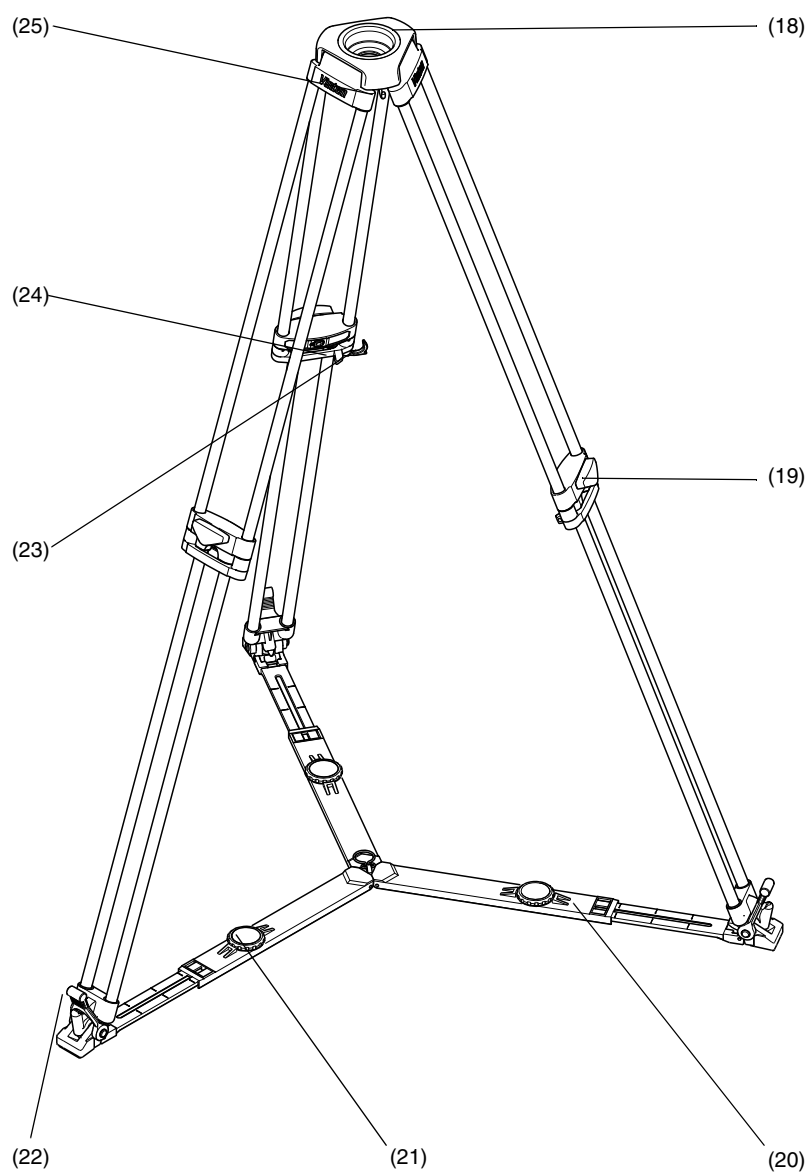

Fig. 2 Trépied Pozi-Loc et triangle de sol
Le trépied simple extension Pozi-Loc (Fig. 2) est doté de jambes en aluminium et d'un bol de mise à niveau (18) de 75 mm. Il est équipé du blocage de jambe (19) Pozi-Loc, un dispositif extrêmement efficace qui permet une mise en œuvre rapide et des réglages faciles.
Le trépied est fourni avec un triangle de sol (Fig. 2) qui améliore sa rigidité. Le triangle de sol, grâce à sa souplesse, compense les éventuelles irrégularités du sol, assure la protection des sols fragiles (planchers, moquettes) et évite que les pieds du trépied ne s'enfoncent si le sol est meuble. Il doit être utilisé en toutes circonstances.
Pour monter le triangle de sol (Fig. 2):